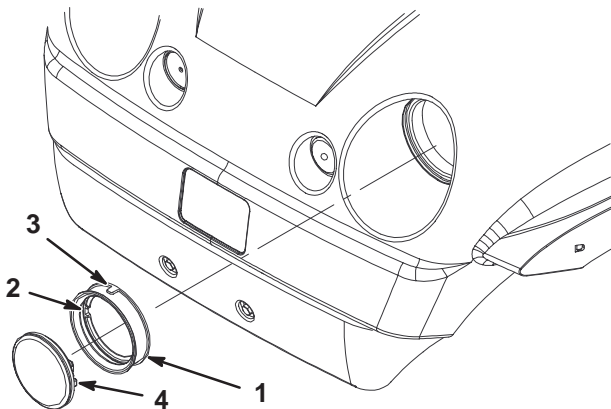

Figure 44
4. Déposez le joint en caoutchouc qui entoure le phare (Fig. 44). Mettez le phare au rebut.
5. Placez l'encoche située à l'intérieur du joint en face de l'encoche du phare neuf (Fig. 44). Placez le joint sur le phare jusqu'à ce qu'il tienne bien en place.